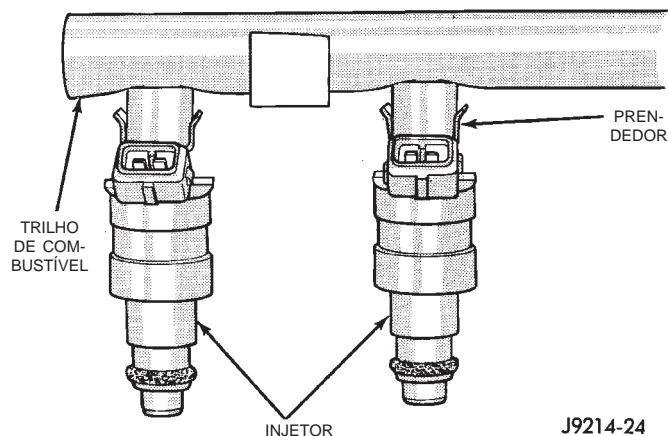
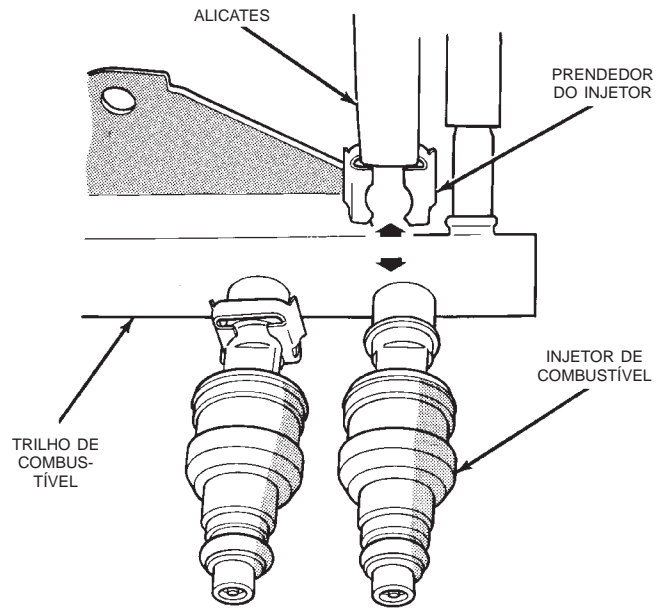

Fig. 32 Montagem do Injetor
Fig. 33 Prendedores de Retenção do Injetor—Injetor Típico
(1) Retire o trilho de combustível. Consulte "Remoção do Trilho do Injetor de Combustível", nesta seção.
(2) Retire o(s) prendedor(es) que prende(m) o(s) injetor(es) de combustível no trilho de combustível (Fig. 32) ou (Fig. 33).